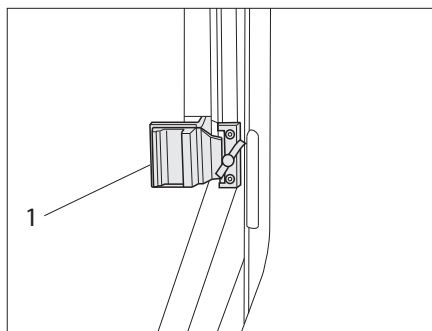

Fig. 65 Finestra scorrevole con bloccaggio scorrevole
- Ruotare il bottone di bloccaggio (Fig. 65,1) portandolo in posizione verticale.
- Premere la maniglia (Fig. 65,2) e spingerla contemporaneamente in avanti o indietro.